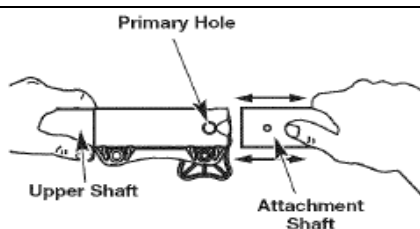

Рис. 3
Кнопка фиксатора должна защелкнуться в основном отверстии (Рис. 3).
3. Придерживая косу или другое навесное оборудование, извлеките его из универсальной муфты (Рис. 3).